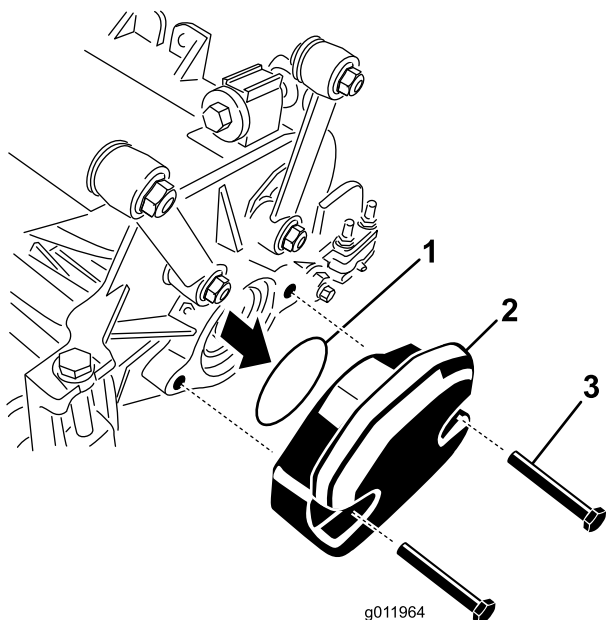

Bild 6
1. Entfernen Sie an der Schneideinheit Nr. 3 die zwei Kopfschrauben, mit denen das Gegengewicht am linken Ende der Schneideinheit befestigt ist, und nehmen Sie das Gegengewicht ab (Bild 6).